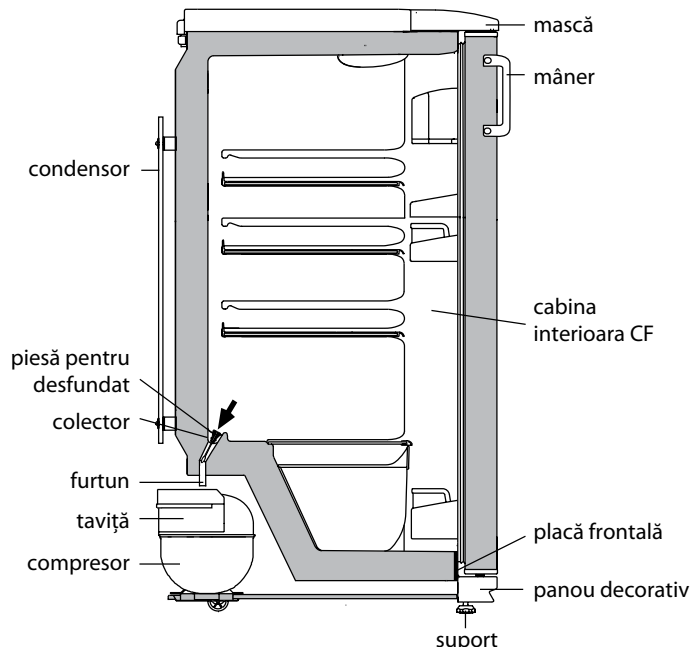

Figura 4 – Schema de scurgere a apei topite CF
2.2.1 În CF este utilizat un sistem automat de decongelare. Bruma, care apare pe pereții din spate a CF, după oprirea compresorului, se topesc și se transformă în picături de apă. Picăturile de apă topită se scurg în tava, prin gaură – în conducta de ramificație și intră în vasul compresorului în conformitate cu figura 4 și se evaporă. În tava este instalată o perie, concepută pentru a elimina colmatarea sistemului de scurgere.
2.2.2 Este necesar în mod regulat (cel puțin o dată în 3 luni) să fie verificată curățenia tavii și să se verifice absența apei în tava. Prezența apei în tava indică infundarea sistemului de drenaj. Pentru a elimina blocajul, curățați gaura din tava cu o perie, astfel ca apa fără obstacole să scurgă în vas, spălați peria și instalați-o în conformitate cu figura 4.
SE INTERZICE utilitatea frigiderului cu un sistem de drenare infundat. Apa, care a aparut in partea de jos a CF sau ce a aparut in locul de contact cu placa frontala a cabinei interioare a CF, in conformitate cu figura 4 poate cauza corodarea cabinei exterioare a frigiderului, poate afecta izolatia termica, poate duce la formarea fisurilor cabinei interioare a frigiderului si defectarea frigiderului.